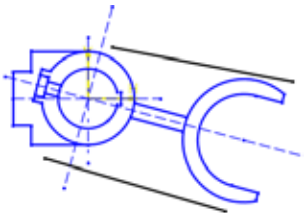
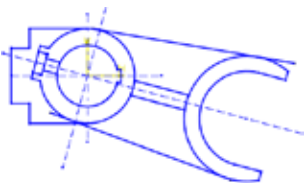

图5-100 绘制直线
图5-101 约束直线
- 13 利用【直线】命令先绘制如图5-100所示的2条直线。然后将其与圆约束为【相切】，如图5-101所示。